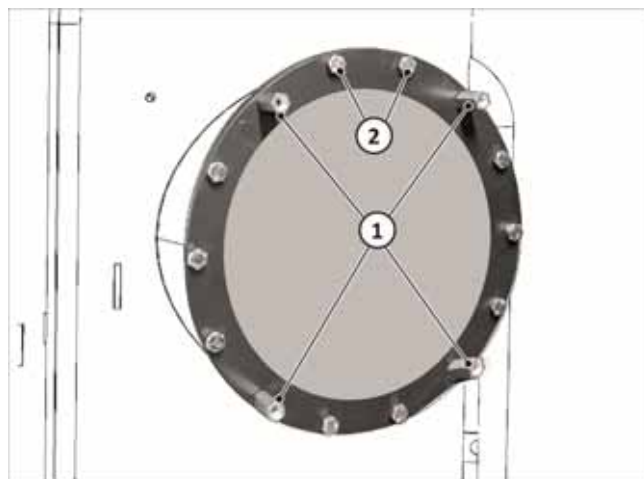

Abb. 3: Schrauben am Flansch montieren
2. Vier Distanznippel an den Positionen (1) von Hand eindrehen (siehe → Abb. 3).
3. Zwei Schrauben M12 x 40 in Position (2) einstecken, die entsprechenden Muttern auf das Schraubengewinde aufsetzen und die Schrauben von Hand eindrehen.